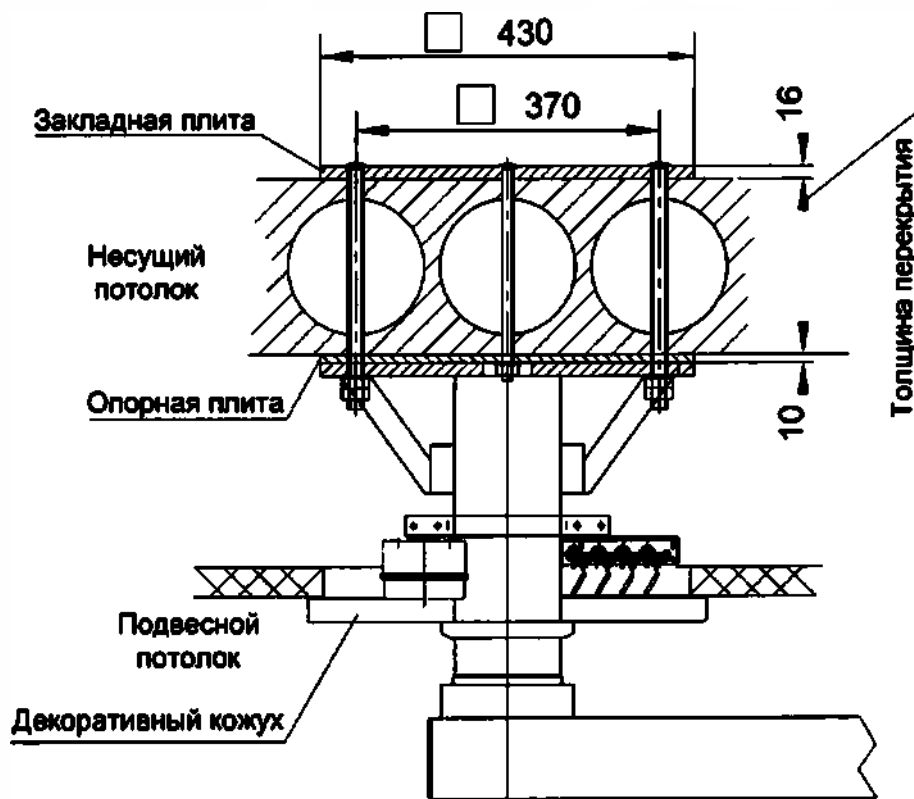

Рис. 8 Типовой вид крепления потолочных консолей
6.1. Основание консоли крепится к потолочному перекрытию помещения с помощью комплекта закладных крепежных деталей (см. табл.2). Согласно Рис. 8. На основании консоли также установлено (см.Рис. 2 и Рис. 3):
7.1. Местоположение крепления к потолочному перекрытию определяется проектом в соответствии с планировкой помещения. При выборе расположения отверстий в перекрытии необходимо учесть, что возможные направления оси симметрии угла поворота горизонтального плеча всегда проходят по центру квадрата расположения крепежных отверстий перпендикулярно сторонам квадрата. При креплении несущей конструкции консоли к потолочному перекрытию в конкретном помещении необходимо обратить внимание на указатель (наклейку) **центрального положения горизонтальных плеч**, который расположен на основании несущей потолочной трубы (см. Рис. 2). Поворотное горизонтальное плечо поворачивается относительно указанной оси (линии) на $\pm 165^\circ$. Для установки консоли в перекрытии просверливается 4 отверстия $\varnothing 28$ с расстоянием центров 370 мм (квадрат) и 1 отверстие в центре квадрата $\varnothing 18$. В просверленные отверстия вставляется закладная со шпильками, со стороны крепления консоли надевается опорная плита и закрепляется на центральной шпильке ($\varnothing 12$ мм). К остальным шпилькам ($\varnothing 18$ мм) крепится основание консоли. Типовой вид крепления приведен на (Рис. 8)
назначения на основании консоли. Провода электропитания и информационных сигналов подводятся к соответствующим монтажным коробкам (Рис. 2, Рис. 3) по электрической схеме (Рис.8). При отсутствии подвесного потолка подвод медгазов проводить в пазе декоративного кожуха в сторону центрального положения плеча (Рис.11), а провода электропитания и информационных сигналов – в противоположной стороне кожуха.